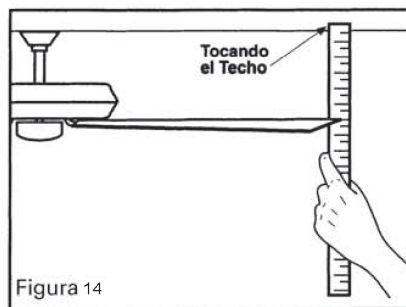

Figura 14
1. Muchos de los problemas de oscilación se producen cuando la altura de las aspas son desiguales. Verificar altura seleccionando un punto en el techo sobre la punta de una de las aspas. Medir desde un punto en el centro de cada aspa al punto en el techo. Medir esta distancia como muestra la Figura 14. Rotar el ventilador hasta que la próxima aspa quede en posición para